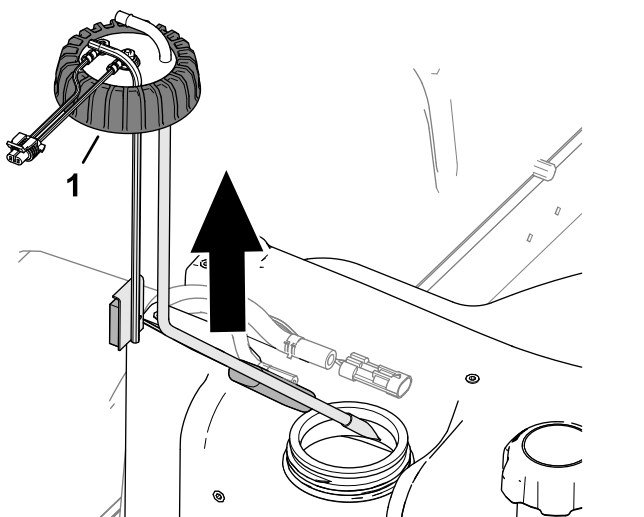

Figura 88
5. Afloje el tapón del sensor de combustible (Figura 88).